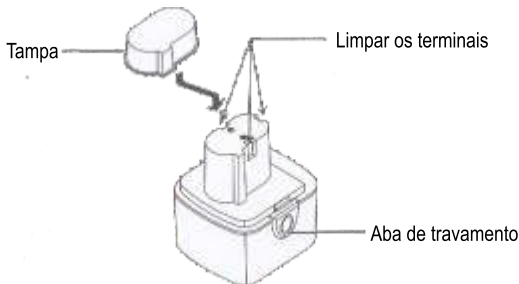

Fig. 9
- 3.Para remover a bateria, empurre para baixo na aba de travamento e deslize a bateria para fora. Veja a Fig. 9.